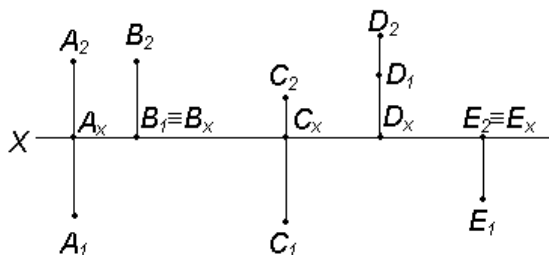

Рис. 1
4. Дать характеристику положения точек в пространстве I четверти (рис. 1).